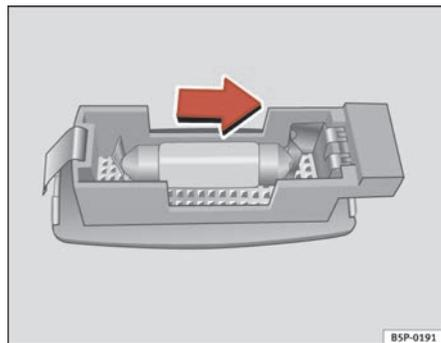

Fig. 196 Desmontaje luz del parasol
- Retire la luz con cuidado, utilizando el destornillador por su parte plana, tal como indica la figura ⇒ fig. 196.
- Retire la lámpara, moviéndola en el sentido de la flecha y hacia afuera ⇒ fig. 196. ■